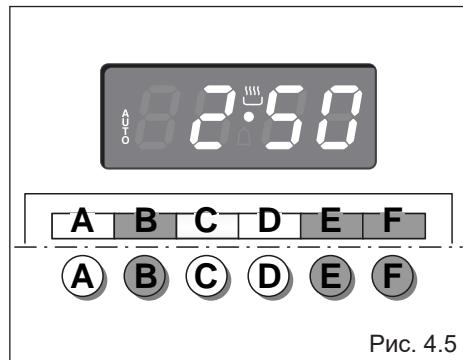

Рис. 4.5
1. Задайте время приготовления, нажав на кнопку “**B**”, а затем на кнопку “**F**” для увеличения или на кнопку “**E**” т- для уменьшения временного периода (рис. 4.5). Появится надпись **AUTO** и символ .